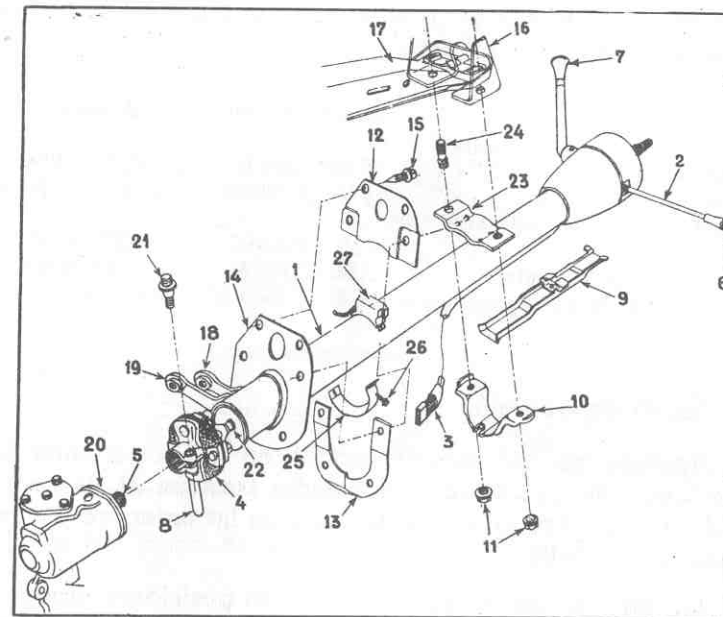

Fig. 97.— Componentes de la columna de dirección.
En la caja de dirección se ha separado la barra de dirección del sinfín, efectuándose el acoplamiento por medio de una brida (4, fig. 97).
**Desmontaje.** Desconectar el cable negativo de la batería y quitar el tornillo 21 (fig. 97) que sujeta la brida de